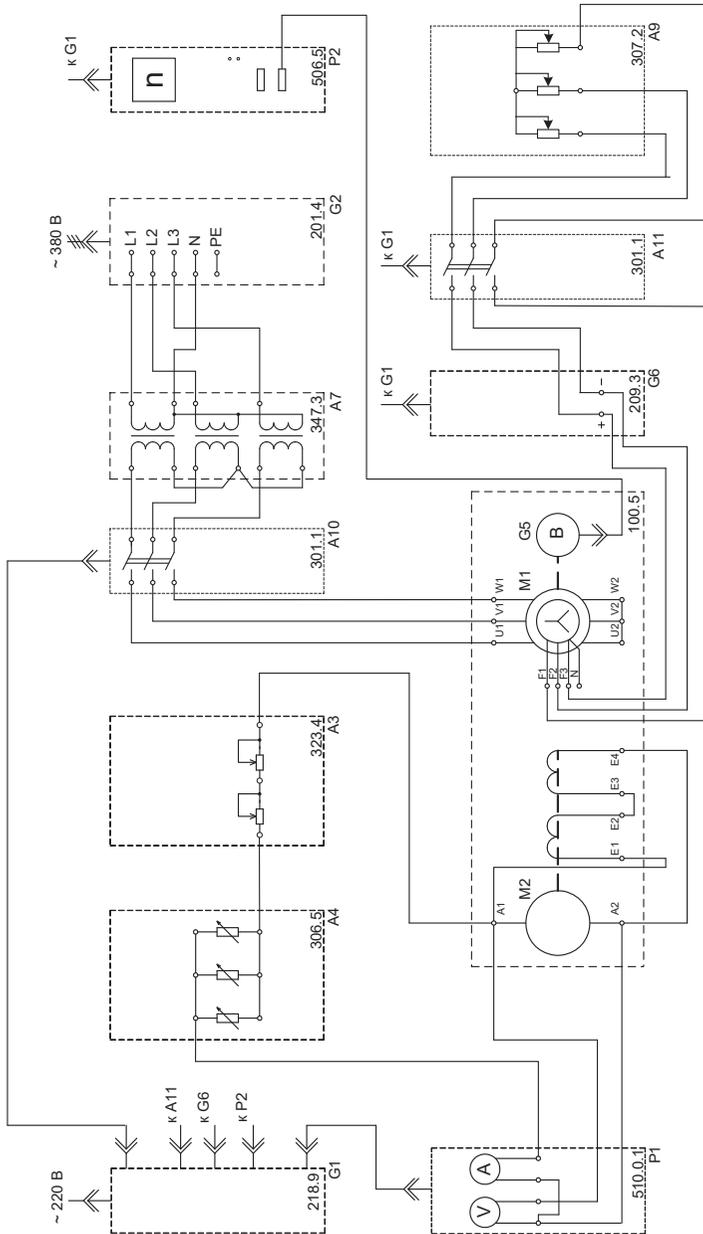

Рис. 2.4
- Соедините аппаратуру в соответствии с электрической схемой, приведенной на рис. 2.4.